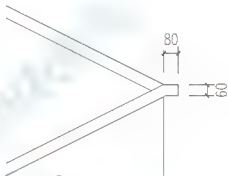

图 4.115 修整转弯处扶手
(5) 按照图 4.115 所示的形状和尺寸修整上下行扶手相交处。